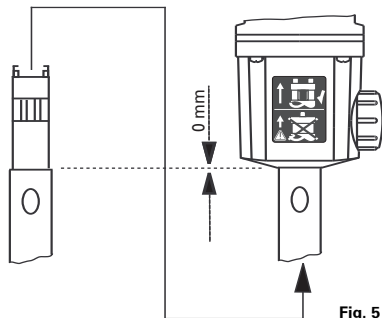

Fig. 5
- Desaperte o botão (pos. 10), de modo a não ficar nenhuma parte de rosca a sair do furo.
- Introduza a ferramenta de dispersão (pos. 9) na unidade de accionamento, de baixo para cima, até ouvir o clique de fixação. Respeite a direcção de introdução correcta (ver figura: olhando de frente para o motor de accionamento e a ferramenta de dispersão, as alhetas salientes deverão estar dispostas lateralmente). Depois de uma breve resistência a haste de dispersão encaixa com um clique audível. A ferramenta de dispersão estará bem montada quando a borda superior desta estiver alinhada
- com a borda inferior da unidade de accionamento (ver fig. 5).
- Fixe, agora, a ferramenta de dispersão, apertando o botão (pos. 10)